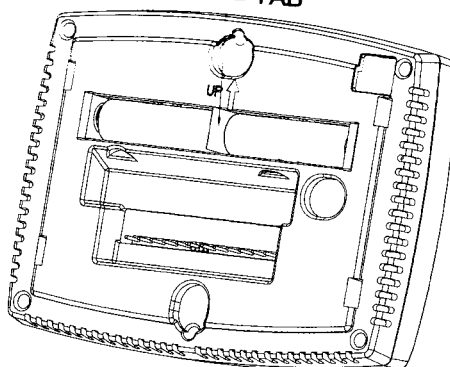

Fig. 18. Remove tab.
2. Locate and remove the tab. See Fig. 18.